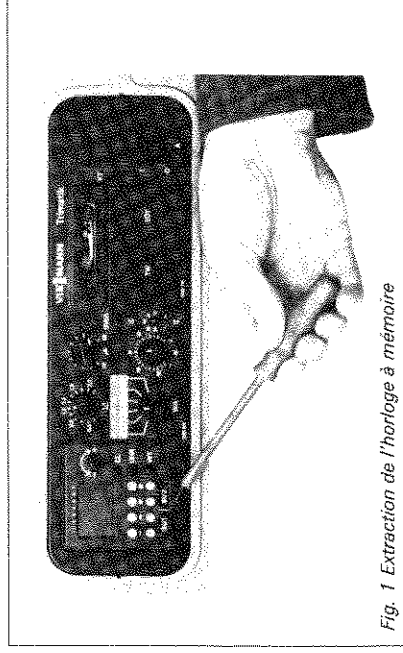

Fig. 1 Extraction de l'horloge à mémoire
2. Dégager l'horloge avec un petit tournevis (qui sera placé dans les évidements placés à cet effet sur les côtés gauche, droit et inférieur de l'horloge) et extraire l'horloge (fig. 1).